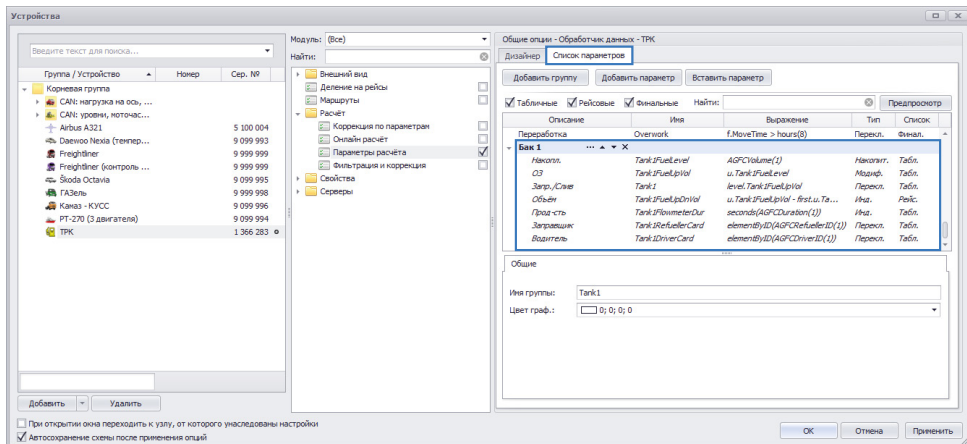

Рис.21. Список параметров ТРК.
- при создании виртуального бака с такими настройками в список обрабатываемых параметров схемы добавляются дополнительные параметры, предназначенные для получения с ТРК «AGFC» информации о картах заправщика и водителя, объеме и длительности заправки. Эти параметры доступны на вкладке «Список параметров» (Рис.21).